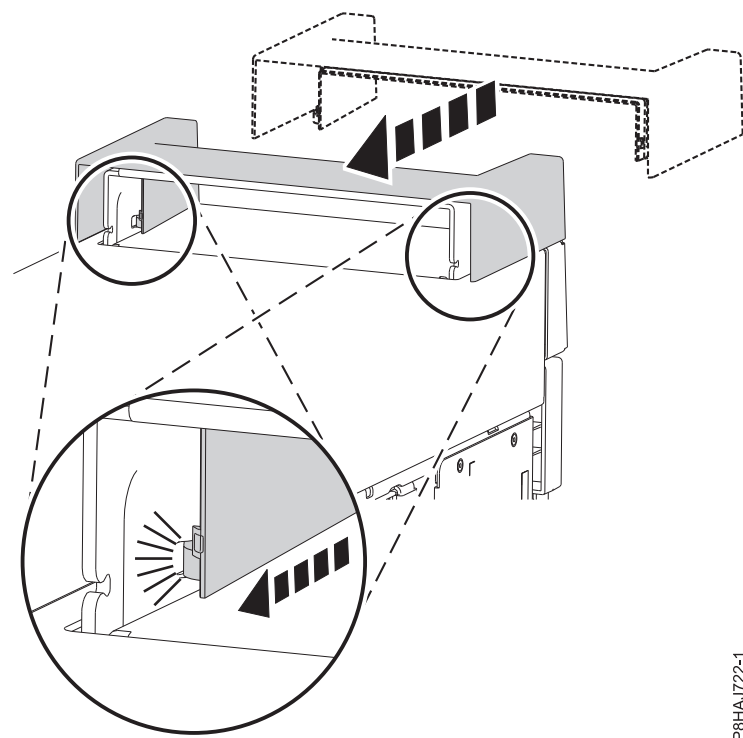

Figura 24. Fijación de la tapa de asa en un sistema 8286-41A autónomo
1. Fije la tapa de asa en la estación de acoplamiento RDX interna (FC EUA3) deslizando hacia la parte posterior del sistema. Consulte la Figura 24.